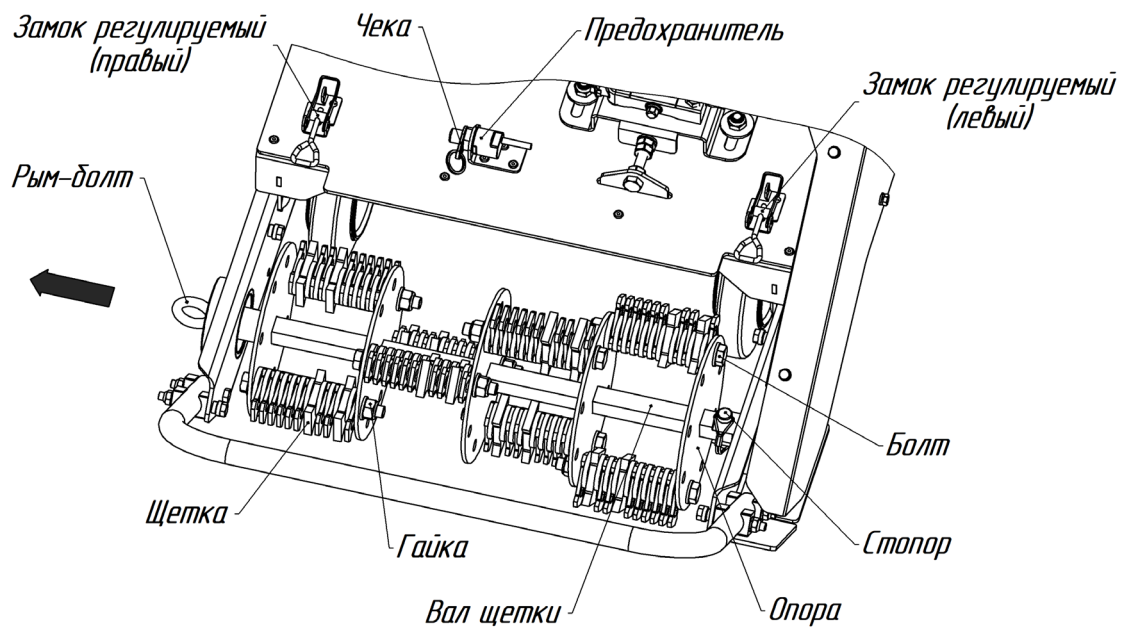

Рис.3. Схема крепления щетки.
2. Снять стопор (рис.3).
– вал должен быть прямым, не иметь повреждений, трещин, срезов, других механических повреждений (рис.3);
– опоры несут на себе болты с очищающими элементами. Они не должны иметь трещин, растяжений, выломов и других физических повреждений (рис.3);
– болты могут иметь следы износа, но не должны иметь трещин, изломов, существенного износа (в виде изношенных канавок более 2мм) (рис.3);
– гайки, фиксирующие болты должны быть закручены до упора обеспечивая свободное вращение элементов очистки. В случае запуска с ослабленными гайками устройство будет повреждено и возникает опасность нанесения травм оператору и окружающим (рис.3).
3. Во время работы с ледоколом рекомендуется откручивать рым-болт (рис.3).